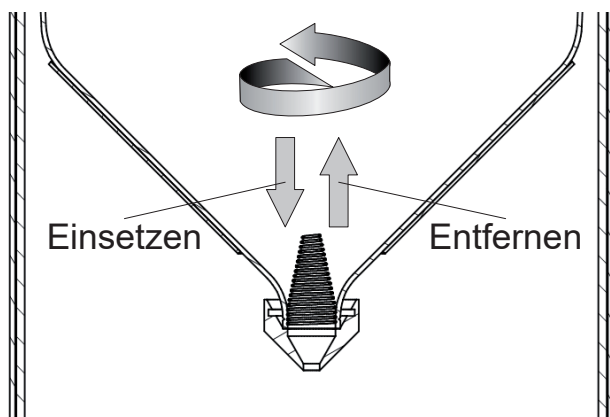

Abb. 10
- Setzen Sie den beiliegenden Schmutz-fänger in den Trichter ein (Abb. 10).